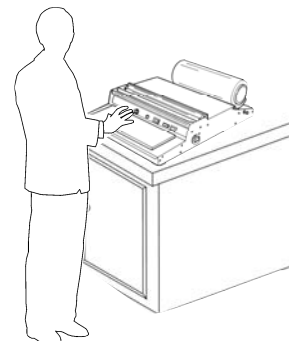

ABB. Nr. 10 - Richtige Stellung des Leibs an der Maschine
4. Man muß eine rechte Position haben, um Unfälle zu vermeiden (*siehe ABB. Nr. 10*): der Leib muß senkrecht auf den Arbeitstisch sein; die Hände müssen die Maschinenbestandteile nicht beanspruchen. **ACHTUNG: Sich auf der Maschine nicht stützen und Stellungen der Leibs halten, die kein direktes Kontakt mit der Maschine bewirken.**